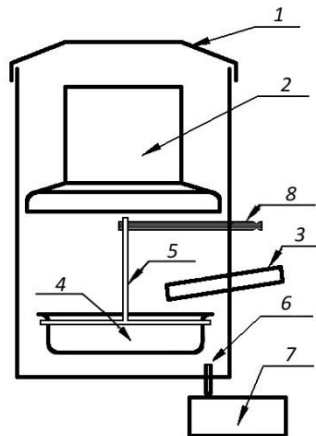

Рис. 2 Камера сгорания
- Снять крышку 1(рис.2), вынуть дефлектор 2, приподняв, вытянуть рычаг 8, немного вытянуть маслопровод 3 и извлечь подвеску 5 вместе с тарелкой 4.
Очистка маслопровода 3 (рис.2) может осложниться его полной закоксовкой. В этом случае нужно вынуть маслопровод, сняв с него шланг и пройти его сверлом 8 мм, лучше перфоратором.